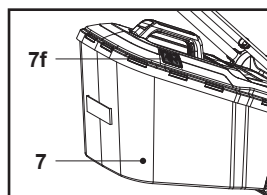

Fig. 14
2. Când trapa (7f) este închisă, colectorul de iarbă (7) este plin și trebuie golit (fig. 14).